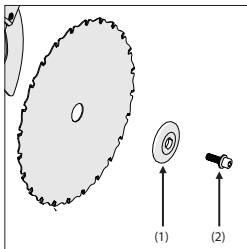

Abb. 30
Bringen Sie den äußeren Flansch (1) (flache Oberfläche auf die Maschine) und die Spindelschraube (2) wieder an. **(Abb. 30)**